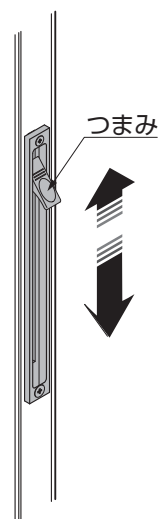

図3-2
- ②①で起こしたつまみをそのまま上下させて落とし棒を操作します。(図3-2参照)